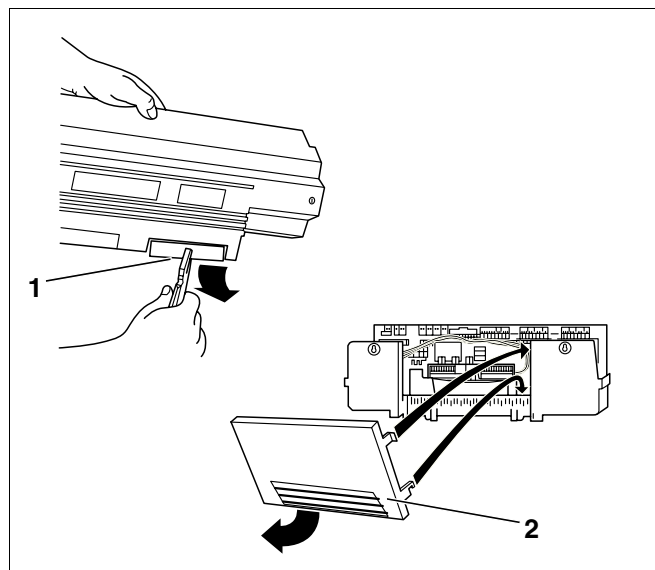

Рис. 44 Подготовка кабельного прохода
- При необходимости выломать заглушки (рис. 44, **поз. 1**) в задней стенке кабельного канала (Logamatic 33..) или снять часть задней стенки (Logamatic 43..) (рис. 44, **поз. 2**).
- Вставить нижние крюки задней стенки (Logamatic 43..) в рамку и нажать на нее сверху до фиксации боковых крюков (рис. 44, **поз. 2**).